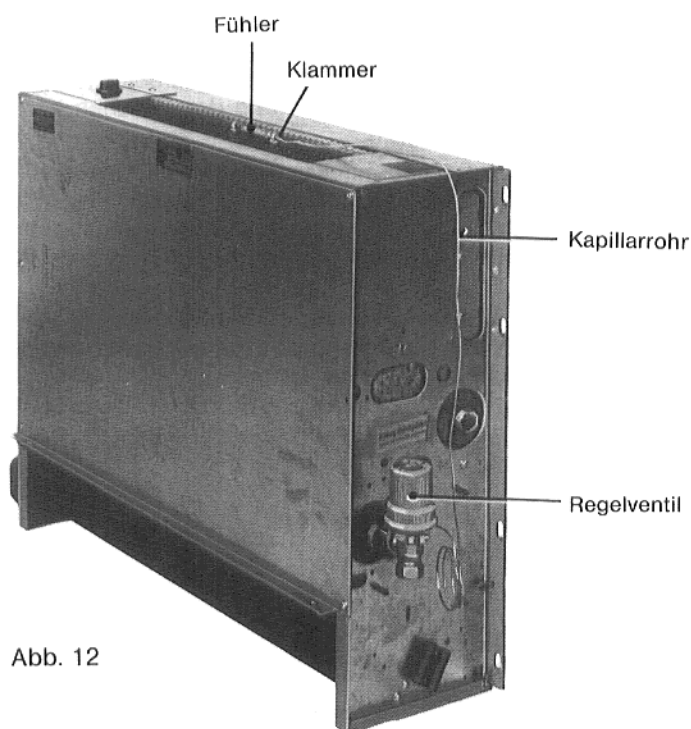

Abb. 12
1. Regelventil am Vorlauf des Wärmeaustauschers anbringen (Abb. 12).